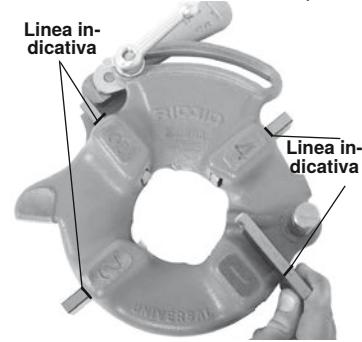

Figura 11 – Inserimento delle filiere
- Sollevare la linguetta della rondella facendola fuoriuscire dalla fessura nella barra graduata. Spostare la rondella fino all'estremità della fessura (Figura 11).
- Inserire filiere appropriate nella testa di filettatura, con il margine numerato rivolto verso l'alto, fino a quando la linea dell'indicatore sarà a pari con il margine della testa di filettatura (vedere Figura 11). I numeri sulle filiere devono corrispondere ai numeri sulle aperture della testa di filettatura.